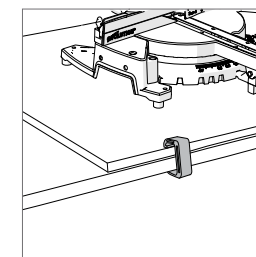

Fig. 3
- Fixez la plaque de montage au plan de travail à l'aide de serre-joints. (**Fig. 3**)